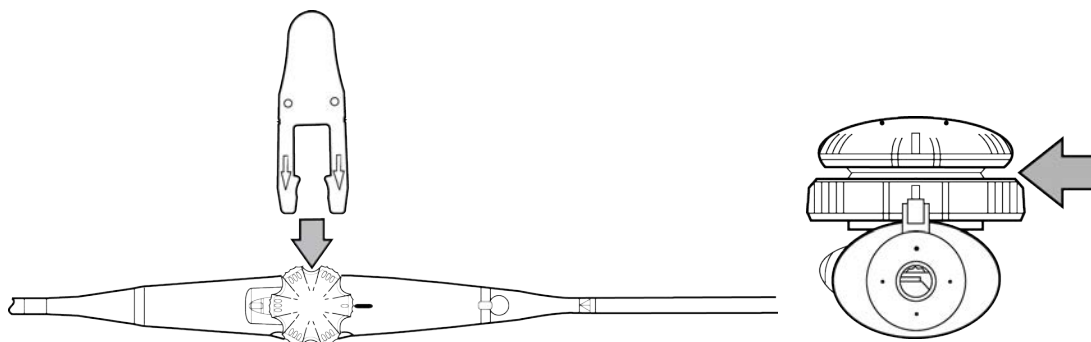

Рис. 19 Установка инструмента для тестирования на наличие проколов
- 1 Установите инструмент для тестирования на наличие проколов под регулятор плоскости сканирования, как показано на Рис. 19.